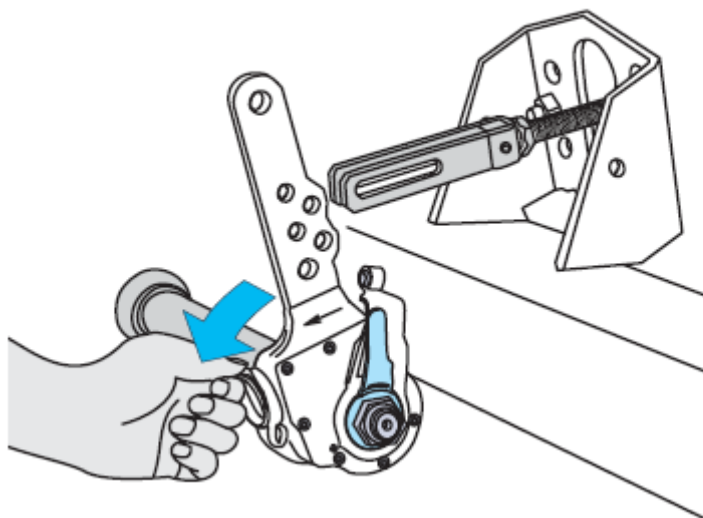

Рис.3
3. Снять защитный резиновый колпачок (Рис. 3)